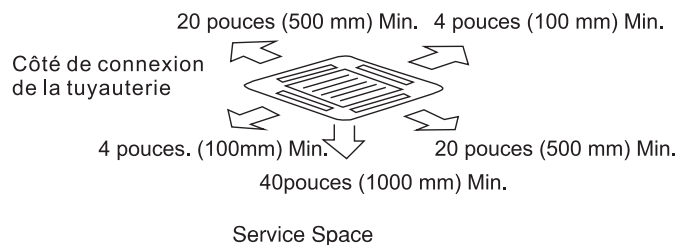

Fig. 3.1 Espacement autour de l'unité intérieure
- Installez l'unité intérieure avec un dégagement suffisant autour pour permettre le fonctionnement et la maintenance, comme illustré sur la Fig. 3.1.